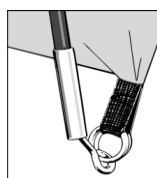

Figura 1
4. Collocare un'estremità di ognuno dei paletti diagonali nel sistema anello-perno all'angolo del telo esterno (vedere figura 1).